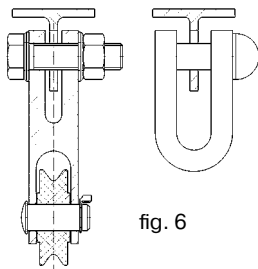

fig. 6
- Bij de gewenste vlucht kabelschijf / harpsluiting volgens fig. 6 bevestigen.